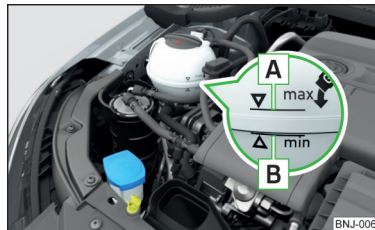

Fig. 169
Denumirea lichidului de răcire este menționată pe vasul de expansiune a lichidului de răcire » fig. 169 la pagina 160.
- Nu adăugați lichid de răcire deasupra marcapului  » fig. 169 la pagina 160.
Vasul de expansiune a lichidului de răcire » fig. 169
► Verificați nivelul lichidului de răcire la vasul de expansiune al lichidului » fig. 169.
Când motorul este cald, rezultatul verificării poate fi inexact. Nivelul se poate afla chiar și peste marcajul **A** » fig. 169.